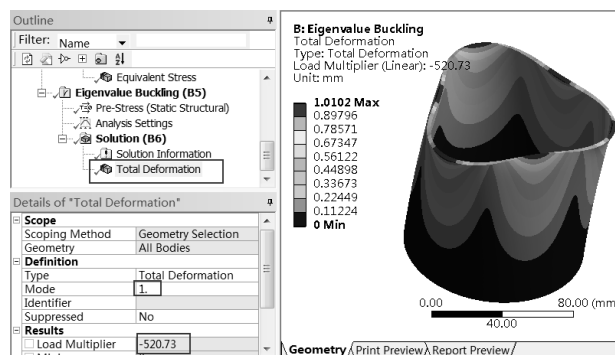

图 14-82 第一阶屈曲模态变形云图
Step5：图 14-82 所示为金属容器的第一阶屈曲模态变形云图。
从图 14-82 所示的面板中可以查到第一阶屈曲载荷因子为 520.7，由于施加载荷为 2MPa，故可知金属容器的屈曲压力为 $520.7 \times 2 = 1041.4 \text{ MPa}$ ，变形形状为右侧云图所示。